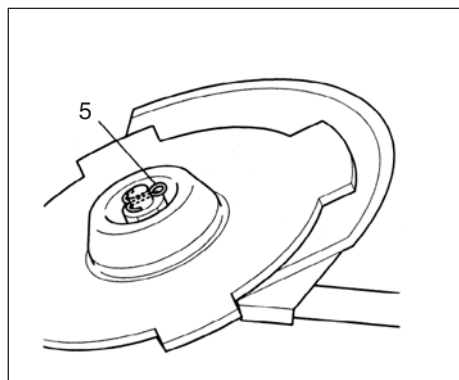

Fig. 1-10C
Wenn Ihr Gerät mit einer Mutter und mit einem Schließbolzen ausgerüstet ist, soll man die Klinge mit diesem Schließbolzen (5) festhalten. (Fig. 1-10C)